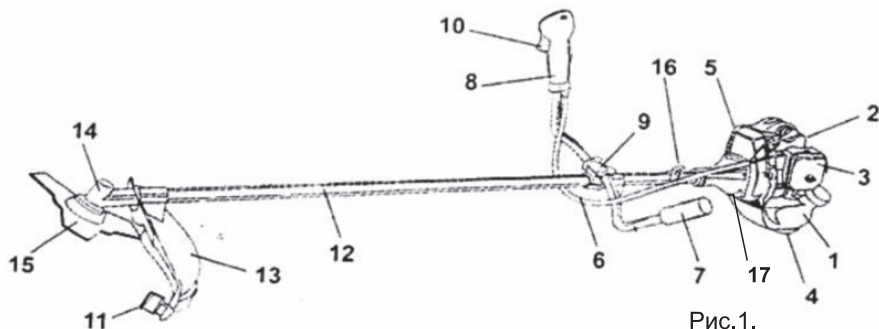

Рис.1.
Основные элементы и части триммера бензинового представлены на рис.1.
U-образная рукоятка (см. рис.1) состоит из двух частей: левой (7) и правой (8) ручек управления, которые прикреплены к штанге (12) с помощью соединительного кронштейна (9). Левая ручка служит для удержания триммера бензинового левой рукой, а правая ручка – для удержания правой рукой и управлением работой триммера бензинового.